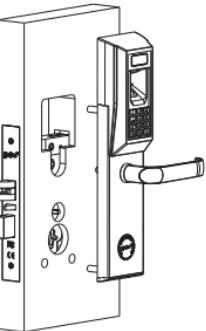

图 3c
(3) 装前锁面
- ① 将前锁面的信号线与锁体信号线对插，必须确保对接牢固。
- ② 将前锁面大方轴套入锁体上相应的孔内，锁芯孔对准锁芯后将前锁面套在门上（图3c）。